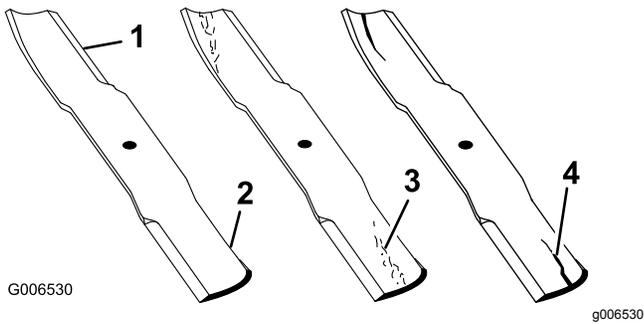

Figura 99
1. Inspeccione los filos de corte (Figura 99). Si los bordes no están afilados o tienen muescas, retire las cuchillas y afílelas. Consulte Afilado de las cuchillas.
2. Inspeccione las cuchillas, especialmente la parte curva (Figura 99). Si observa daños, desgaste o la formación de una ranura en esta zona (Figura 99), instale inmediatamente una cuchilla nueva.